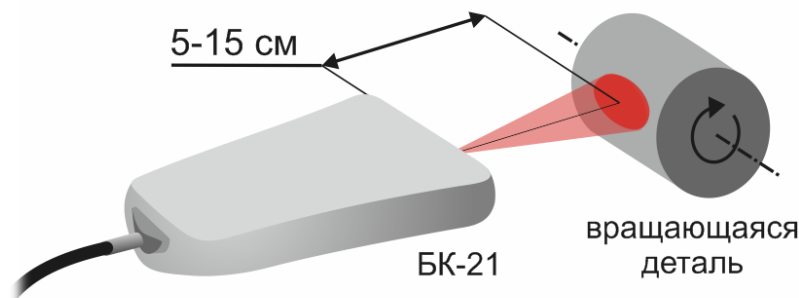

Рис. 9
4.4.3.1. Для измерения частоты вращения необходимо расположить БК-21 таким образом, чтобы луч подсветки метки попадал на поверхность вращающейся детали, а расстояние до этой поверхности составляло от 5 до 15 см (рис. 9). Далее выбрать в меню «Измерение» или «Маршрут» соответствующий профиль и произвести измерение. При измерении частоты вращения рекомендуется использовать метку, контрастную с вращающейся поверхностью.